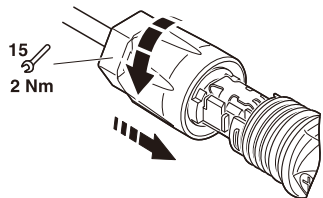

Abbildung 4.9
Schritt 4. Schieben Sie den Einsatz in die Hülse und ziehen Sie die Kabelverschraubung mit einem Drehmoment von 2 Nm fest. (siehe Abbildung 4.9)